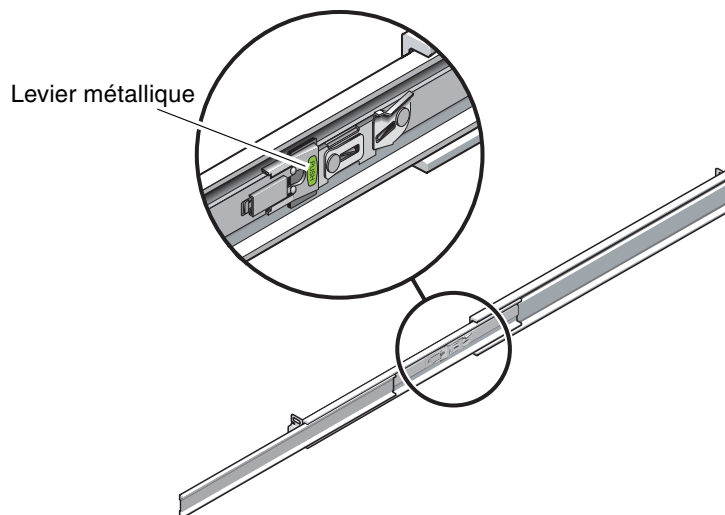

FIGURE 3-25 Déverrouillage de la partie centrale du rail coulissant
- d. Appuyez sur le levier métallique (étiqueté Push) sur la partie centrale (FIGURE 3-25) du rail coulissant, puis repoussez cette partie dans le rack.